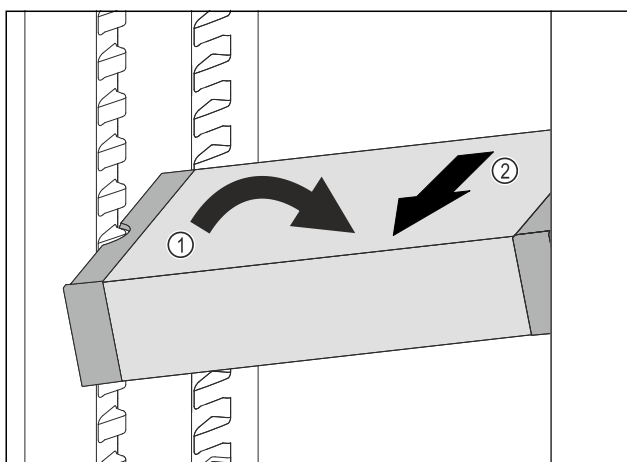

Fig. 88
- VarioSafe im Kühlteil schräg stellen. Fig. 88 (1)
- VarioSafe nach vorne entnehmen. Fig. 88 (2)